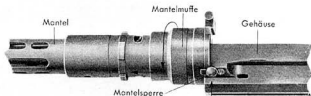

Abb. 39: MG 81; Abnehmen des Mantels
4. Abnehmen und Ansetzen des Mantels mit Lauf, vollst. (Abb. 39 u. 40)